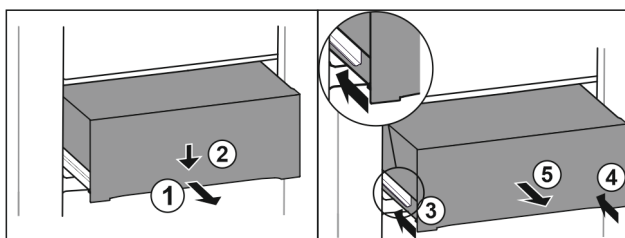

Fig. 147
- Tirer le tiroir jusqu'à mi-chemin. Fig. 147 (1)
- Appuyer sur l'avant du tiroir vers le bas. Fig. 147 (2)
- Insérer le rail gauche d'env. 2 cm. Fig. 147 (3)
- Insérer le rail droit d'env. 2 cm. Fig. 147 (4)
- Retirer le tiroir par l'avant. Fig. 147 (5)